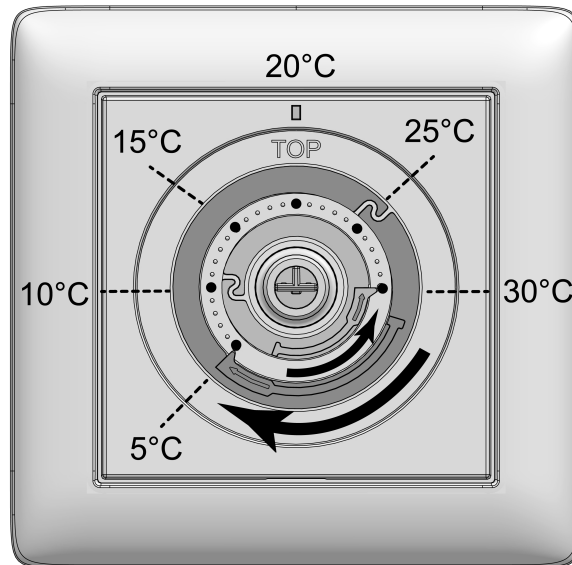

Bild 4: Einstellringe zur Temperaturbegrenzung
In Mittelstellung regelt das Gerät auf ca. 20 °C Soll-Temperatur. Die dabei erreichte Raumtemperatur ist vom Einbauort des Gerätes und den Umgebungsbedingungen abhängig. Die geringste Soll-Temperatur beträgt ca. 5 °C und die höchste Soll-Temperatur ca. 30 °C (siehe Bild 4).
- Bedienknopf (5) von der Zentralplatte (4) abziehen, so dass die Einstellringe (7) sichtbar sind (siehe Bild 4). Die im Bild dargestellten Temperaturwerte dienen der Orientierung.